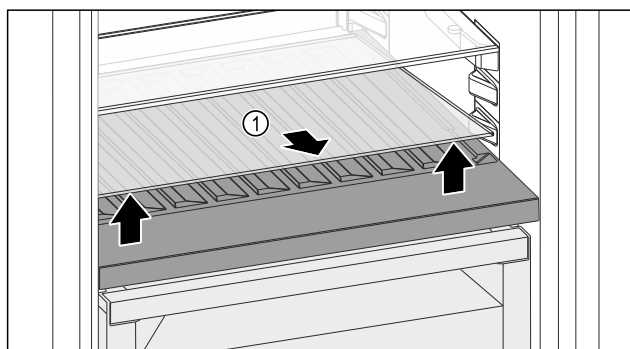

Fig. 138
- Sollevare il ripiano di vetro Fig. 138 (1) dall'incavo anteriore e rimuoverlo.
- Conservare il ripiano di vetro Fig. 138 (1) fuori dall'apparecchio in un luogo sicuro.